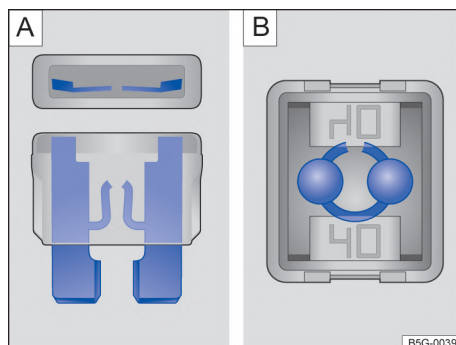

Fig. 176 Fusible quemado: **A** fusible plano, **B** fusible de bloqueo.
- Un *fusible plano* (ATO®, MINI®) quemado se reconoce desde arriba o desde el costado por la carcasa transparente en las bandas metálicas derretidas → fig. 176 [A].
- Un *fusible de encastre* (JCASE®) quemado se reconoce por las bandas metálicas derretidas desde arriba de la carcasa transparente → fig. 176 [B].